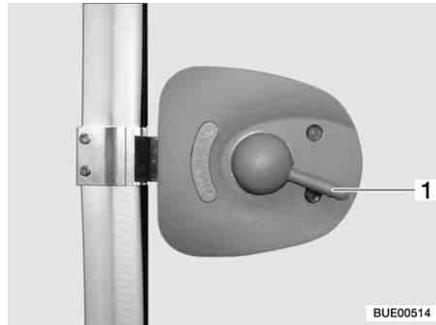

Bild 27 Türschloss Eingangstür, innen, offen
**Öffnen:** ■ Den Türgriff (Bild 27,1) nach unten drücken.